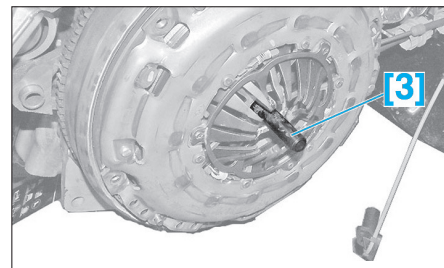

Fig. 6
- Mettre en place le mandrin de centrage d'embrayage [3] (Fig.6).